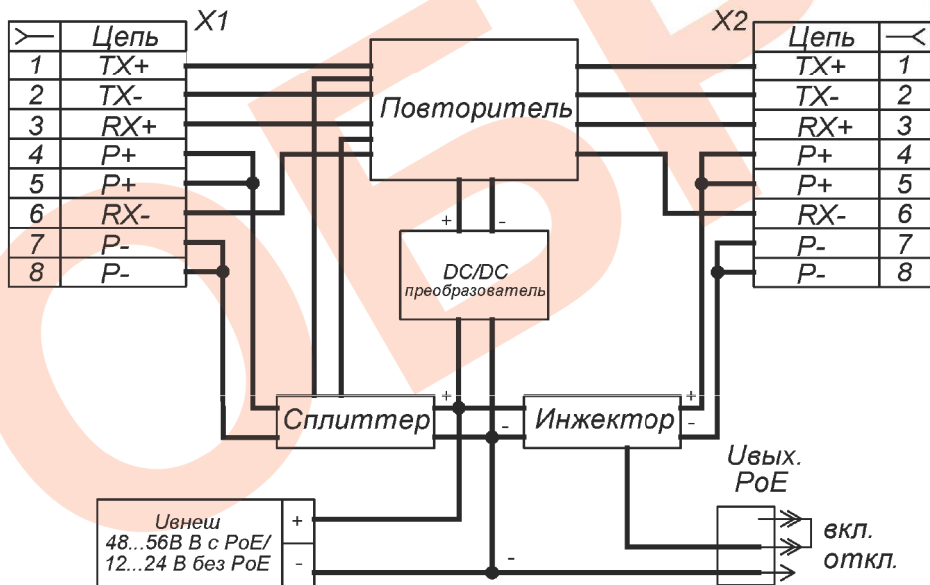

Рис.1 Структурная схема УЛИ-ЕП.
- Структурная схема УЛИ-ЕП приведена на рис.1.